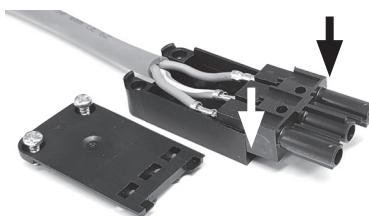

Abb. 11
2. Mittelteil fest in das Unterteil eindrücken, bis das Mitteileinrastet. Auf die korrekte Ausrichtung des Mittelteils achten! Siehe Abb. 11